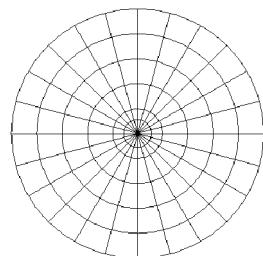

图 12-53 极坐标
- ② 步进值：包括如下两项。
- ③ 原点：极坐标原点设置。
- ④ 角度范围：包括如下两项。
- ⑤ 半径范围：包括如下两项。
- (4) 单击“确定”按钮，完成极坐标参数设置，退回栅格管理器，勾选“Comp”选项。可以看到，PCB 中以之前设置的原点为中心生成如图 12-53 所示的极坐标。